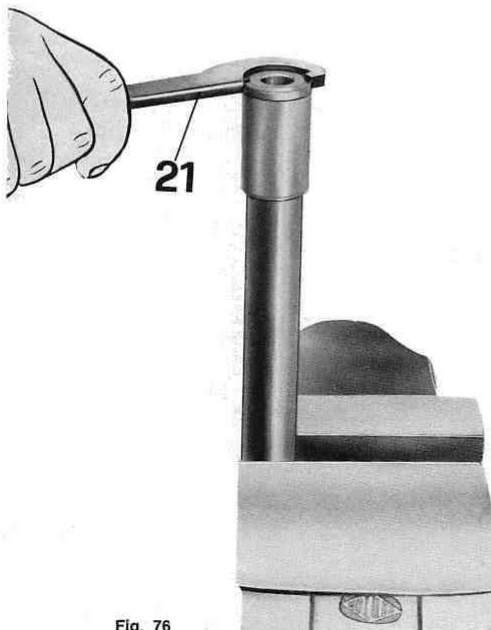

Fig. 76
- il braccio di forza e dal braccio la ghiera, la rosetta di sicurezza e la boccola inferiore a mezzo apposita chiave n. 24903125 (21 di fig. 76).
- la ghiera tenuta boccola a mezzo chiave speciale n. 24903125 (21 di fig. 76);